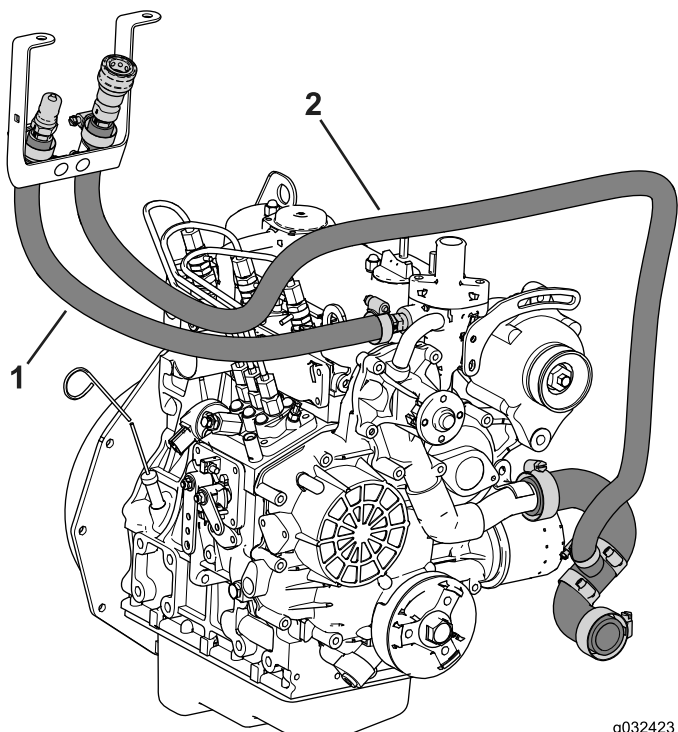

Figura 19
1. Enrute la manguera de alimentación como se muestra en la Figura 19.